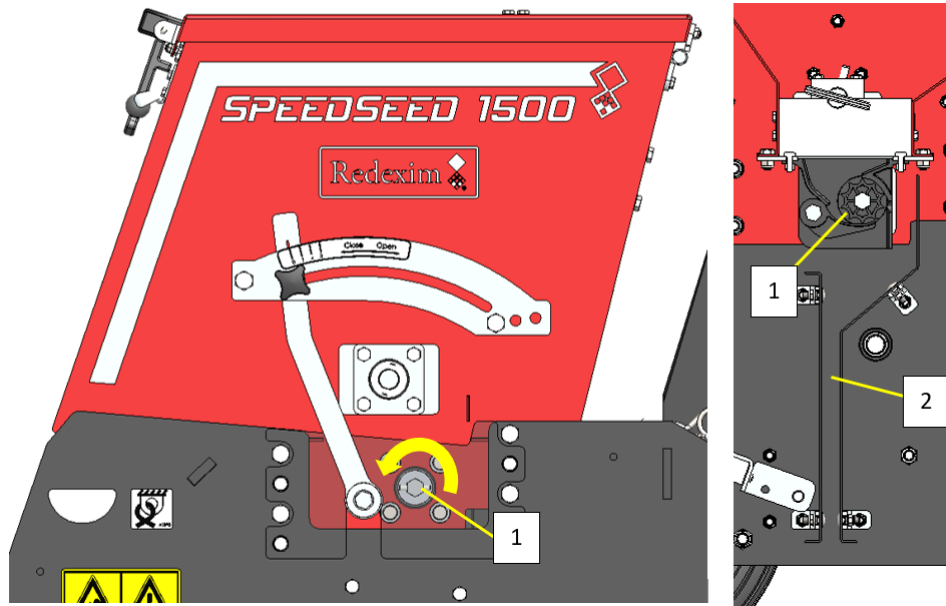

Fig. 5-1
Ruotare l'albero nella direzione indicata dalla freccia. (Vedi Fig. 5-1)
- Verificare che il passaggio del seme (2) non sia ostruito. (Fig.5-1)